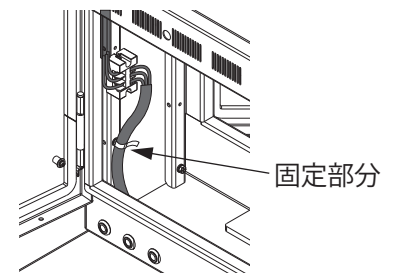

図 2
- ・ 100N の力で電線を引いた際、端子台と電線の接続部へ力がかからないようにバンドなどで固定してください。(図2)